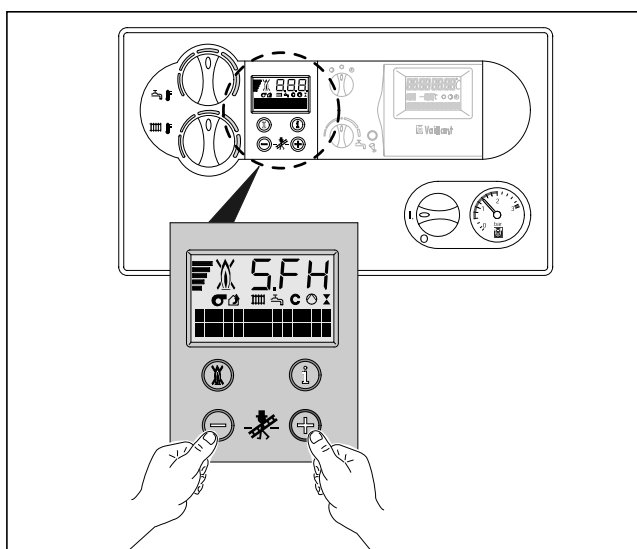

Рис. 3.16 Замеры, выполняемые специалистом по дымоходам (на системе DIA)
- Запустите режим "измерения для трубочиста", одновременно нажав клавиши "+" и "-" системы DIA (рис. 3.16).